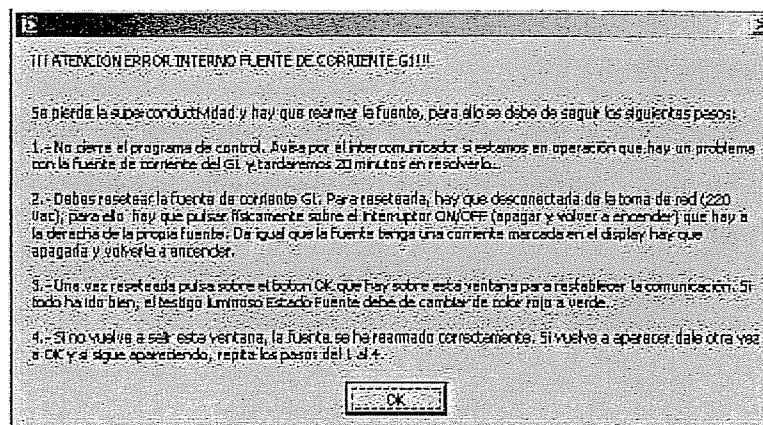

Figura 14: Mensaje de error interno fuente de corriente girotrón 1.
- **Error interno fuente de corriente G1 o G2.** Indica que ha ocurrido un error interno en la fuente de corriente. La bobina pierde la superconductividad y hay que rearmar la fuente, para ello se siguen los pasos que muestra la figura 14.